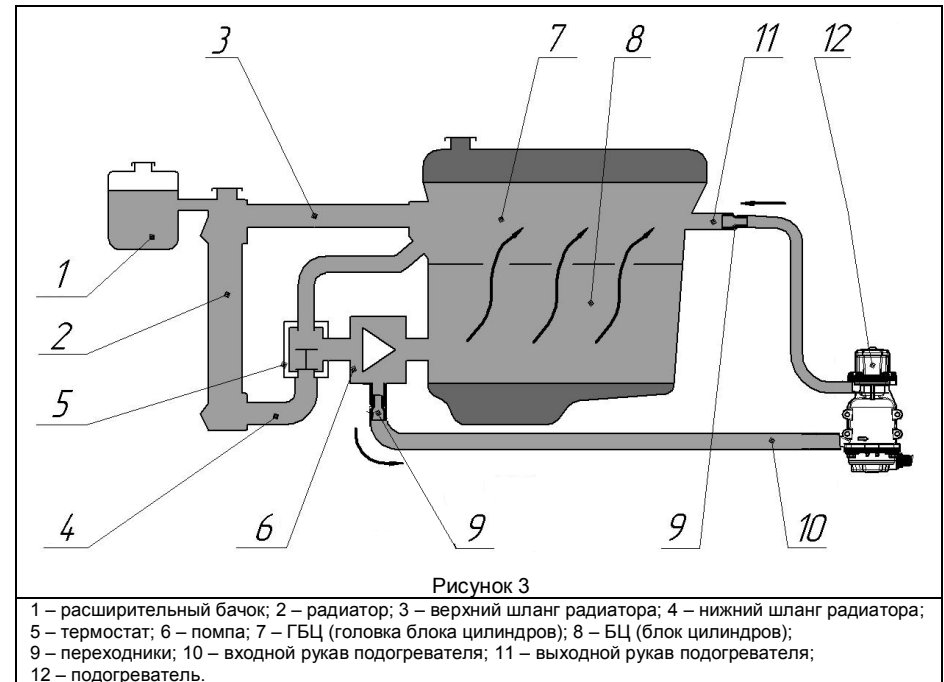
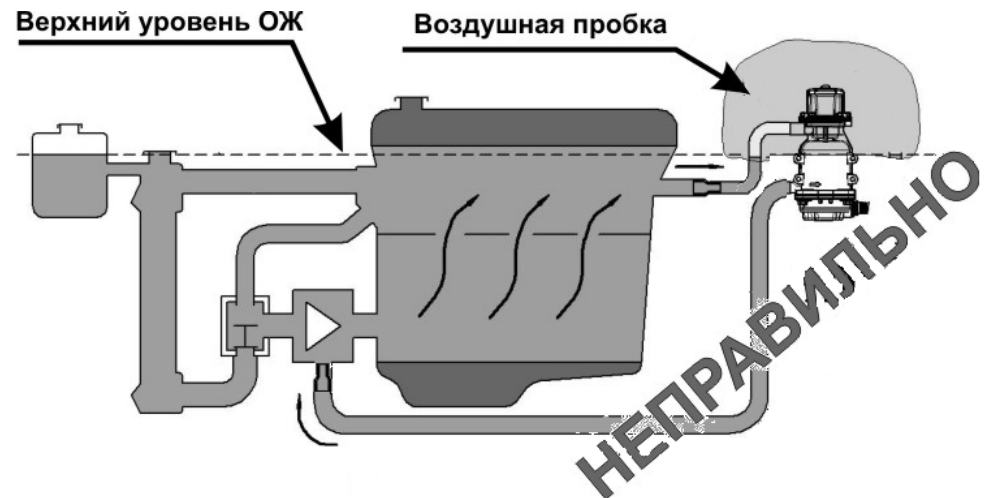

Рисунок 3
Рисунок 4
6.2 В состав комплекта входят детали и материалы, позволяющие произвести монтаж подогревателя по схеме, представленной на рис. 3. Подключение подогревателя к контуру циркуляции ОЖ производится следующим образом: забор жидкости из нижней точки, а подача в верхнюю точку системы охлаждения.
6.3 Подогреватель должен быть установлен **строго в вертикальном положении** (насос вверху, рис. 3), а также удален от **нагревающихся и подвижных частей двигателя**.
6.4 Для исключения образования воздушных пробок в подогревателе (см. рис. 4), он должен быть установлен в максимально возможном нижнем положении (схематически показано на рис. 3), рекомендуется установить шаровые краны на двигатель. Они позволят производить работы по обслуживанию и замены подогревателя без слива ОЖ.